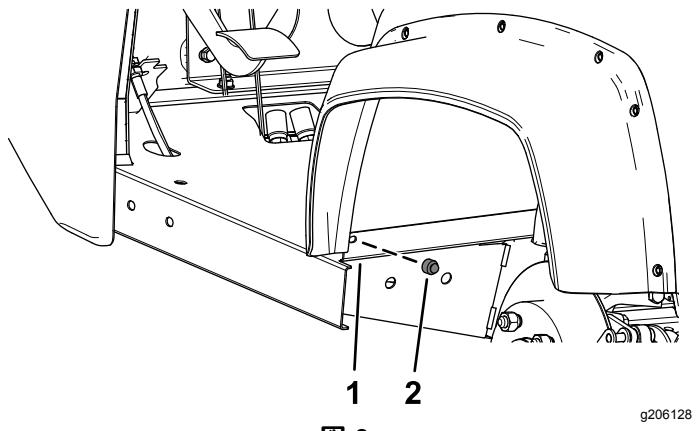

図3
3. フロアパネルの各側についているゴム製のバンパーを外す図3。